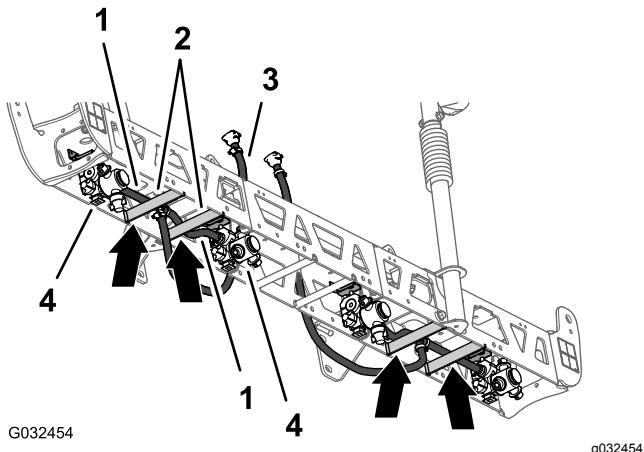
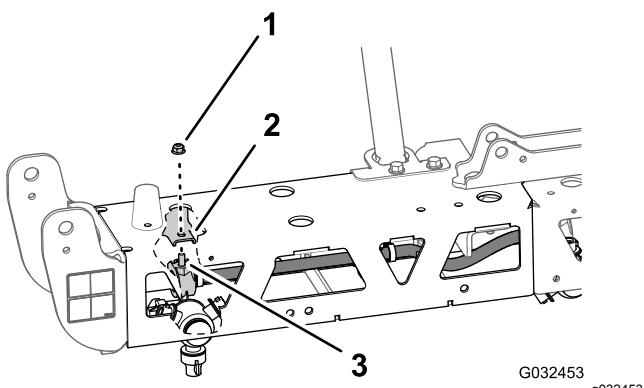

Figura 57
Figura 58
- Passe o tubo 13 mm e o conjunto do bico entre os tirantes da armação da armação exterior (Figura 57).
- Passe o tubo e o bico por cima do tirante da armação e para fora para a montagem do bico exterior (Figura 57).
- Alinhe o parafuso de cabeça sextavada (5/16 x 3/4 pol.) do bico do pulverizador através do orifício na montagem do bico e prenda sem apertar o bico na montagem com uma porca de bloqueio flangeada (5/16 pol.) do kit de acabamento de sistema de pulverização GeoLink (Figura 58).
- Passe o outro tubo (13 mm) e o conjunto do bico entre os tirantes da armação da armação exterior (Figura 57).
- Passe o tubo e o bico por cima do tirante da armação e para dentro para a montagem do bico interior (Figura 57).
- Alinhe o parafuso de cabeça sextavada (5/16 x 3/4 pol.) do bico do pulverizador através do orifício na montagem do bico (Figura 58) e prenda sem apertar o bico na montagem com uma porca de bloqueio flangeada (5/16 pol.) que retirou nos passos 1 e 4 de Remover os bicos do pulverizador (página 24).
- Passe o tubo e a ligação roscada 13 x 810 mm para a lateral da secção de pulverização central com os suportes esquerdo e direito (Figura 57).
- Repita os passos 1 a 8 para o outro tubo e conjunto do bico na outra armação exterior (Figura 57 e Figura 58).